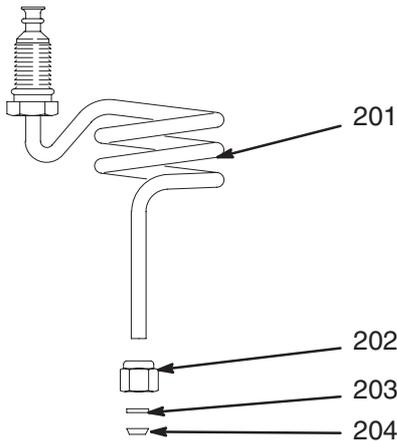

Fig. 30 3933
8. Deslizar la tuerca de nylon (202) y los casquillos (203 y 204) sobre el conjunto del tubo extensible (201). Ver la Fig. 30.